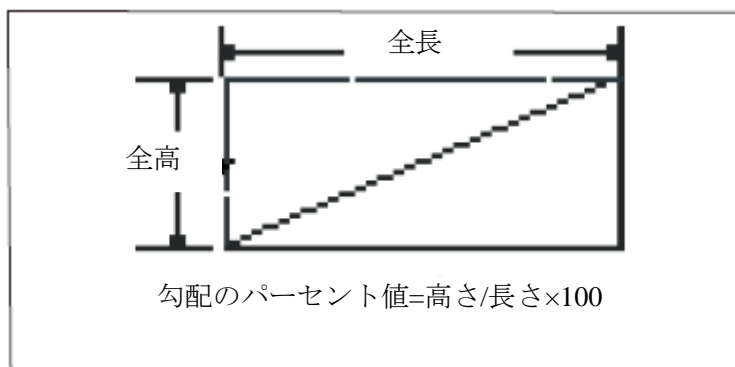

図 8.5 - 勾配のパーセント値の計算式
勾配のパーセント値は、斜面の高さ（鉛直方向の距離）を長さ（水平方向の距離）で割った値に 100 を掛けた値です。図 8.5 を参照してください。
5. 図 8.5 の式で勾配のパーセント値を計算します。